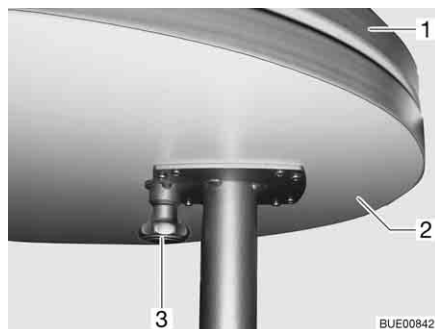

Fig. 95 Prolunga estraibile del tavolo
- Premere il tasto (Fig. 95,3) del bloccaggio e ruotare verso l'esterno la prolunga del tavolo (Fig. 95,2).
- Ruotare la prolunga del piano del tavolo (Fig. 95,2) sotto il piano del tavolo (Fig. 95,1), finché non si sente scattare il bloccaggio.